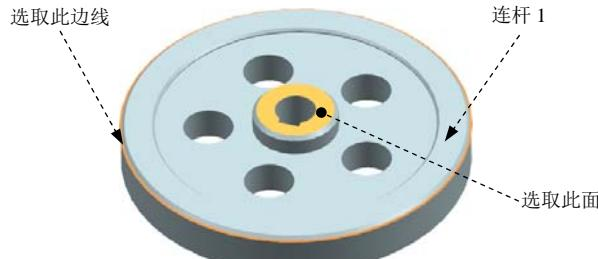

图 3.4.3 定义连杆
(1) 选择下拉菜单 **插入(S)** → **链接(L)...** 命令，系统弹出“连杆”对话框；选取图 3.4.3 所示的零件为连杆 1；在 **质量属性选项** 下拉列表中选择 **自动** 选项。
(2) 定义初始转动速度。在 **初始转动速度** 区域中选中 **启用** 复选框；在 **速度类型** 下拉列表中选择 **幅值** 选项，单击 指定方向 按钮，选取图 3.4.3 所示的平面为方向参考；在 **转动速度** 文本
Step5. 定义连杆 1 中的旋转副。选择下拉菜单 **插入(S)** → **运动副(I)...** 命令，系统弹出“运动副”对话框；在“运动副”对话框 **定义** 选项卡的 **类型** 下拉列表中选择 **旋转副** 选项；在模型中选取图 3.4.3 所示的圆弧边线为参考，系统自动选择连杆、原点及矢量方向；单击 **确定** 按钮，完成旋转副的定义。